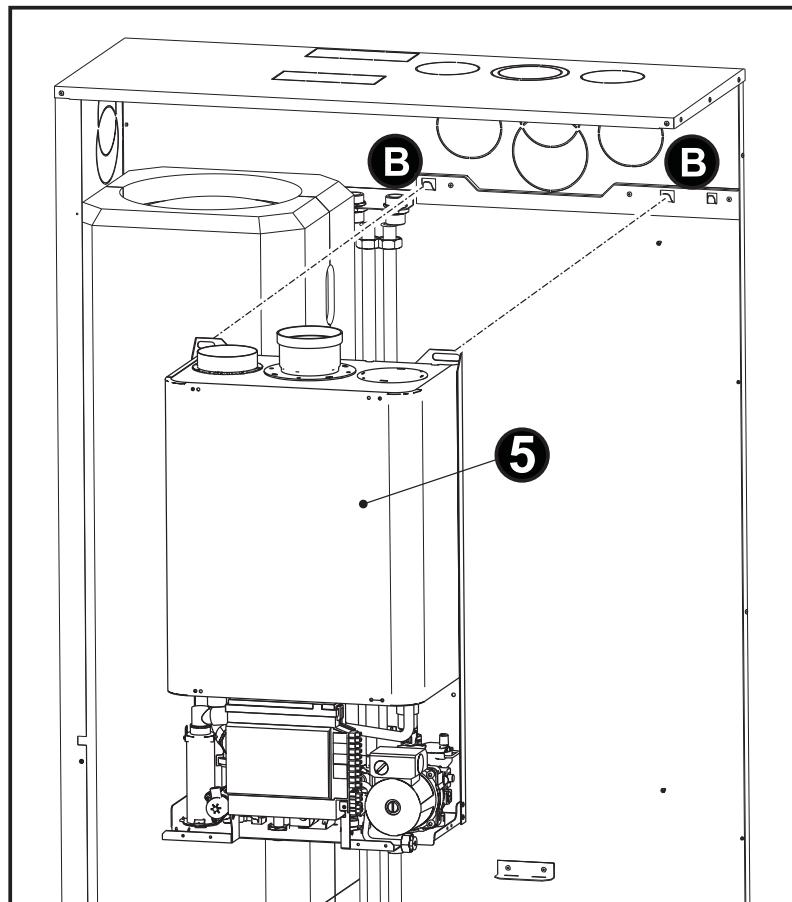

fig. 25
- Aggiaciare la Caldaia (5) nei punti "B" indicati in fig. 25.